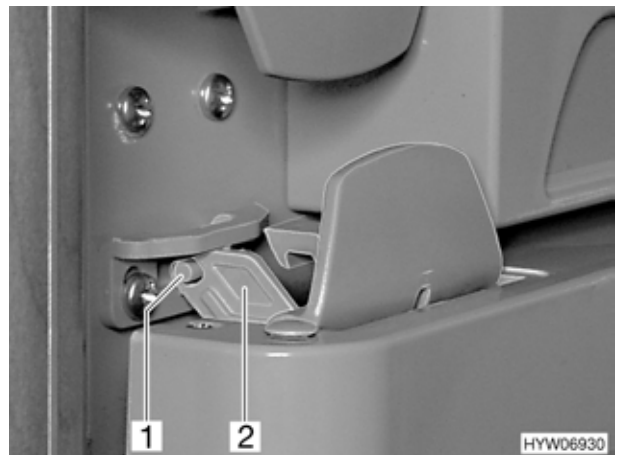

Bild 130 Kühlschranktür in Lüftungsstellung (Variante 3)
- Verriegelung (Bild 130,2) aufklappen und am Stift (Bild 130,1) einrasten. Die Kühlschranktür bleibt damit leicht geöffnet.